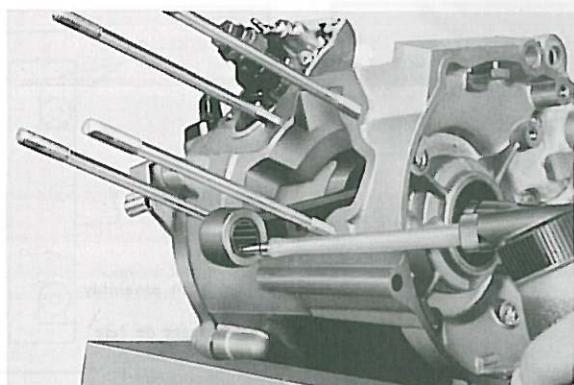

Fig. 3-4-11
4. After reassembly, apply a liberal coating of two-stroke oil to the crank pin and bearing and into each crankshaft bearing oil delivery hole. (Fig. 3-4-11)
4. Après le remontage, appliquer généreusement de l'huile moteur deux-temps sur le maneton et les roulements, ainsi que dans les trous de graissage des roulements de vilebrequin. (Fig. 3-4-11)
4. Nach dem Zusammenbau reichlich Zweitaktöl auf dem Kurbelzapfen und Lager auftragen, sowie in die Ölzuflührbohrungen der Kurbelwellenlager einfüllen. (Fig. 3-4-11)